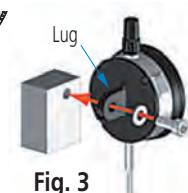

Fig. 3
3. ล็อคตัวยึด (lug) ให้แกนเลื่อน (spindler) อยู่แนวตั้งฉากกับผิวหน้าที่จะทำการวัด (Fig. 3) แนะนำให้ใช้คานยก (lifting levers) สำหรับยกและปล่อยแกนเลื่อน